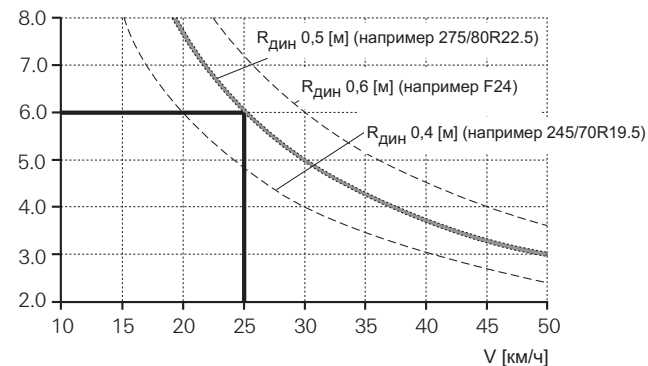

Рис. 9
- макс. допустимая скорость буксировки определяется в зависимости от передаточного отношения осей и размера шин по диаграмме (Рис. 9).